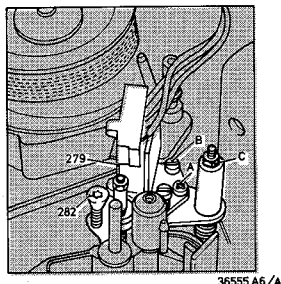

Fig. 2-2-12
- Tiltschraube Pos. A (Fig. 2-2-12) so einstellen, dass das Band am unteren Flansch der Rolle 312 anläuft.
- Schraube B (Fig. 2-2-12) so einstellen, dass die Amplitude des Audiosignals (an der Euro-Buchse 1J20 und 3J20 gemessen) ihren Höchstwert zeigt.
- Schraube C (Fig. 2-2-12) so verdrehen, dass sowohl das Audiosignal als auch das Synchron signal einen Höchstwert zeigt.